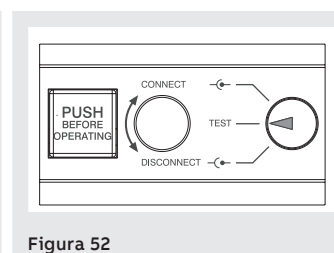

Figura 52
- interruttore in posizione di test (vedi Figura 52)